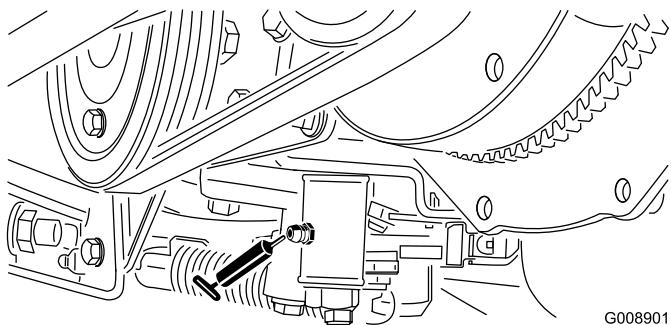

Figura 46
- Mecanismo de ajuste do ponto morto (Figura 46)